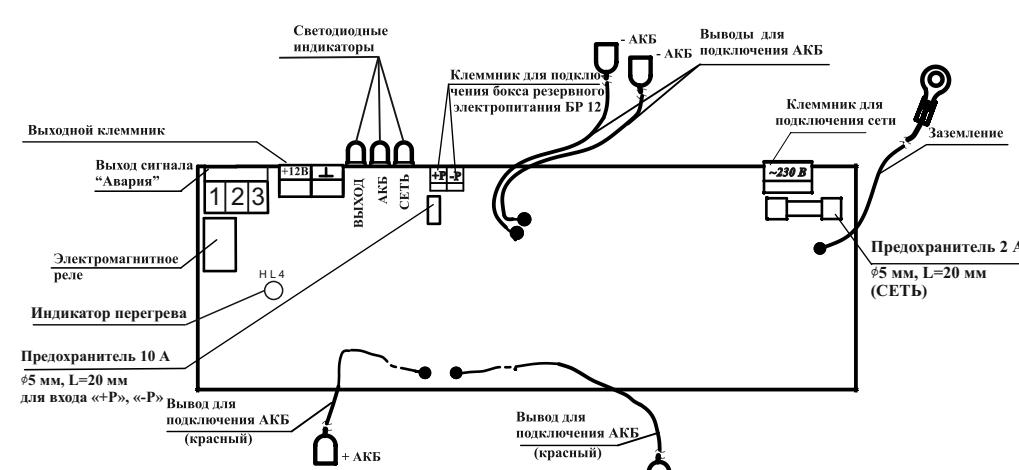

Рисунок 1 – Плата источника
- 6.3 Подключение соединений производить в следующей последовательности (см. рисунок 1):